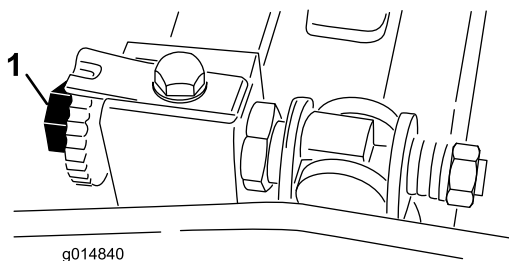

図 45
3. カuttingユニットの右端から数えて1番目と2番目の下刃ねじの間でリール刃と下刃とを交差させる 図 45。
6. シムを左右に滑らせながら、シムに軽い圧迫シムが挟まれる感じを感じるまで、右側のベッドバー調整ねじを回す 図 45。シムを抜く取る。